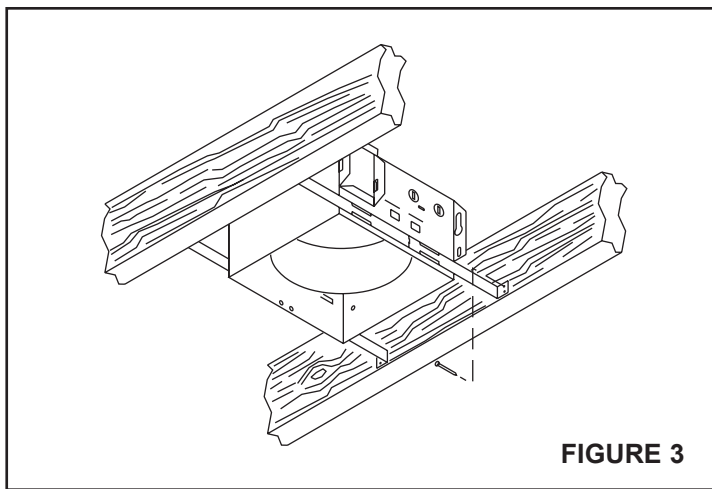

FIGURE 3
Voir Figure 3.
2. Voir Figure 3. Faire passer une gainé ronde de 4 po, de l'ouverture d'évacuation du ventilateur à l'extérieur, et procéder aux finitions.